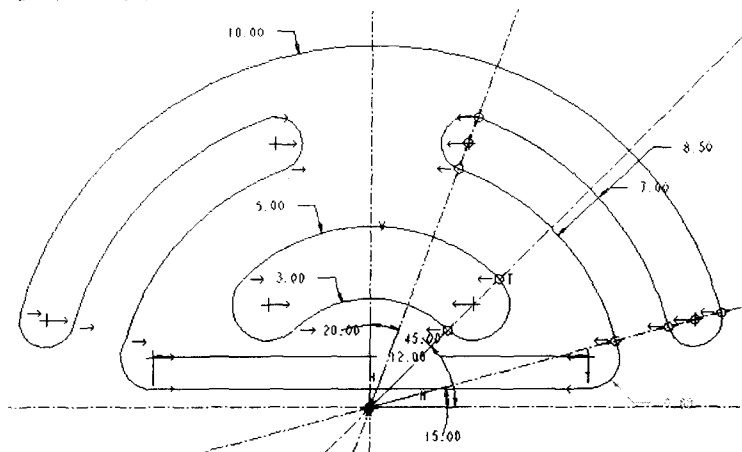

图1-21 镜像后的图形
(1) 在设计工作区使用框选方式选取前面创建的所有图元作为复制对象。
- (2) 在【编辑】主菜单中选取【镜像】选项。
- (3) 选取竖直中心线作为镜像参照，镜像后的设计结果如图 1-21 所示。